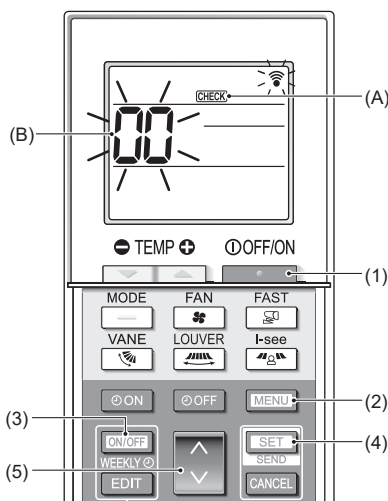

Fig. 7-6
7.3.2. Trådløs fjernkontroll (Fig. 7-6)
- Trykk på [PÅ/AV]-knappen (1) for å stoppe klimaanlegget.
- Hvis uketidsuret er aktivert (WEEKLY lyser), trykker du på [ON/OFF WEEKLY]-knappen (3) for å deaktivere det (WEEKLY slukkes).
- Trykk på [MENU]-knappen (2) i 5 sekunder.
- CHECK (A) tennes, og enheten går over i selvsjekkmodus.
- Trykk på [MODE]-knappen (5) for å velge kjølemiddeladresse (M-NET-adresse) (B) for innendørsenheten du vil foreta selvsjekk for.
- Trykk på [SET]-knappen (4).
- Trykk på [PÅ/AV]-knappen (1).
- CHECK (A) og kjølemiddeladresse (M-NET-adresse) (B) slukkes, og selvsjekken fullføres.